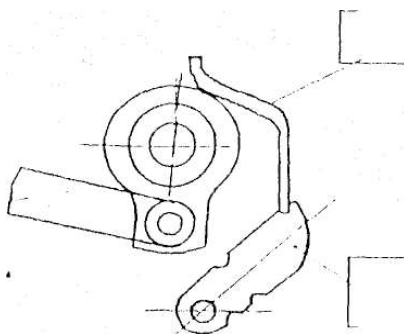
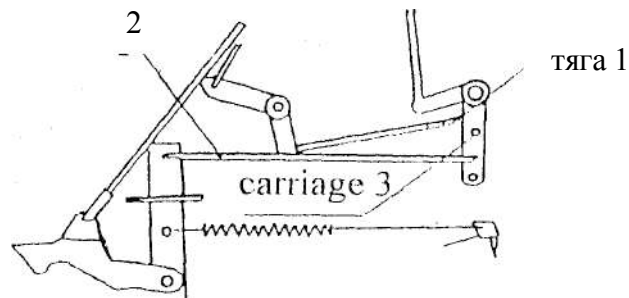
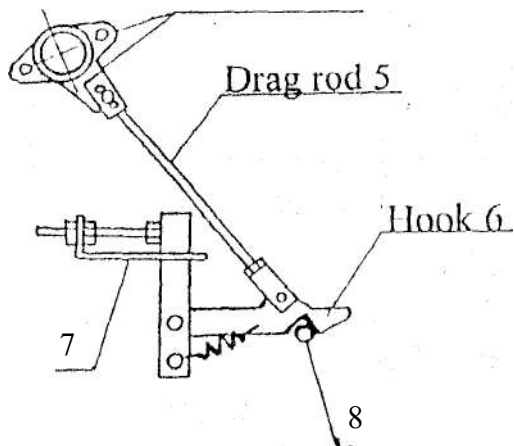

Рис. 4
Рис. 7
Рис.8
На рис. 4 показано исходное положение механизма обмотки до начала цикла упаковки рулона. Перед началом работы установите механизм обмотки в это исходное положение.
1. Для получения нормальной плотности рулона тяга 2 устанавливается в среднее отверстие рычага 3 (рис. 7). Для увеличения плотности рулонов тягу следует установить в нижнее отверстие, для уменьшения – в верхнее.
После регулировки плотности рулона с помощью тяги 2 (рис.7), установите механизм обмотки в исходное положение (рис. 4). Убедитесь, что зазор между крюком 6 и роликом 8 (рис. 8) составляет 8-10 мм 10-15мм. При необходимости, отрегулируйте длянкой тяги 1 (рис. 7), укоротите тягу 1 для увеличения плотности рулона; удлините для уменьшения зазора и плотности рулона.